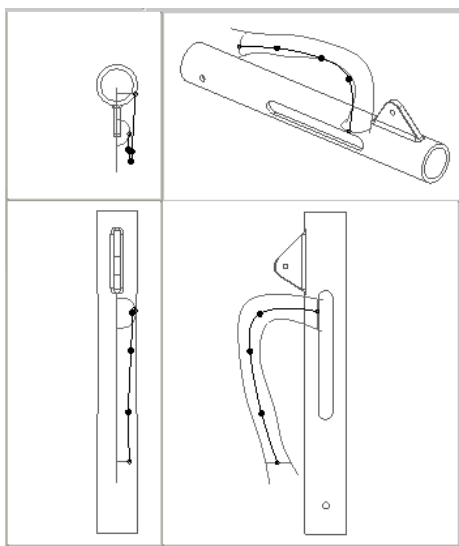

图 8.9.29 四个视图状态
(5) 切换到四个视图状态，编辑初步的 ISDX 曲线 5。单击工具栏中的  按钮，即可看到曲线的四个视图，对照图 8.9.29 所示的曲线的四个视图，对 ISDX 曲线 5 曲线上的各点进行 **拖移** 操作，重点注意下部的两个视图和右上视图。